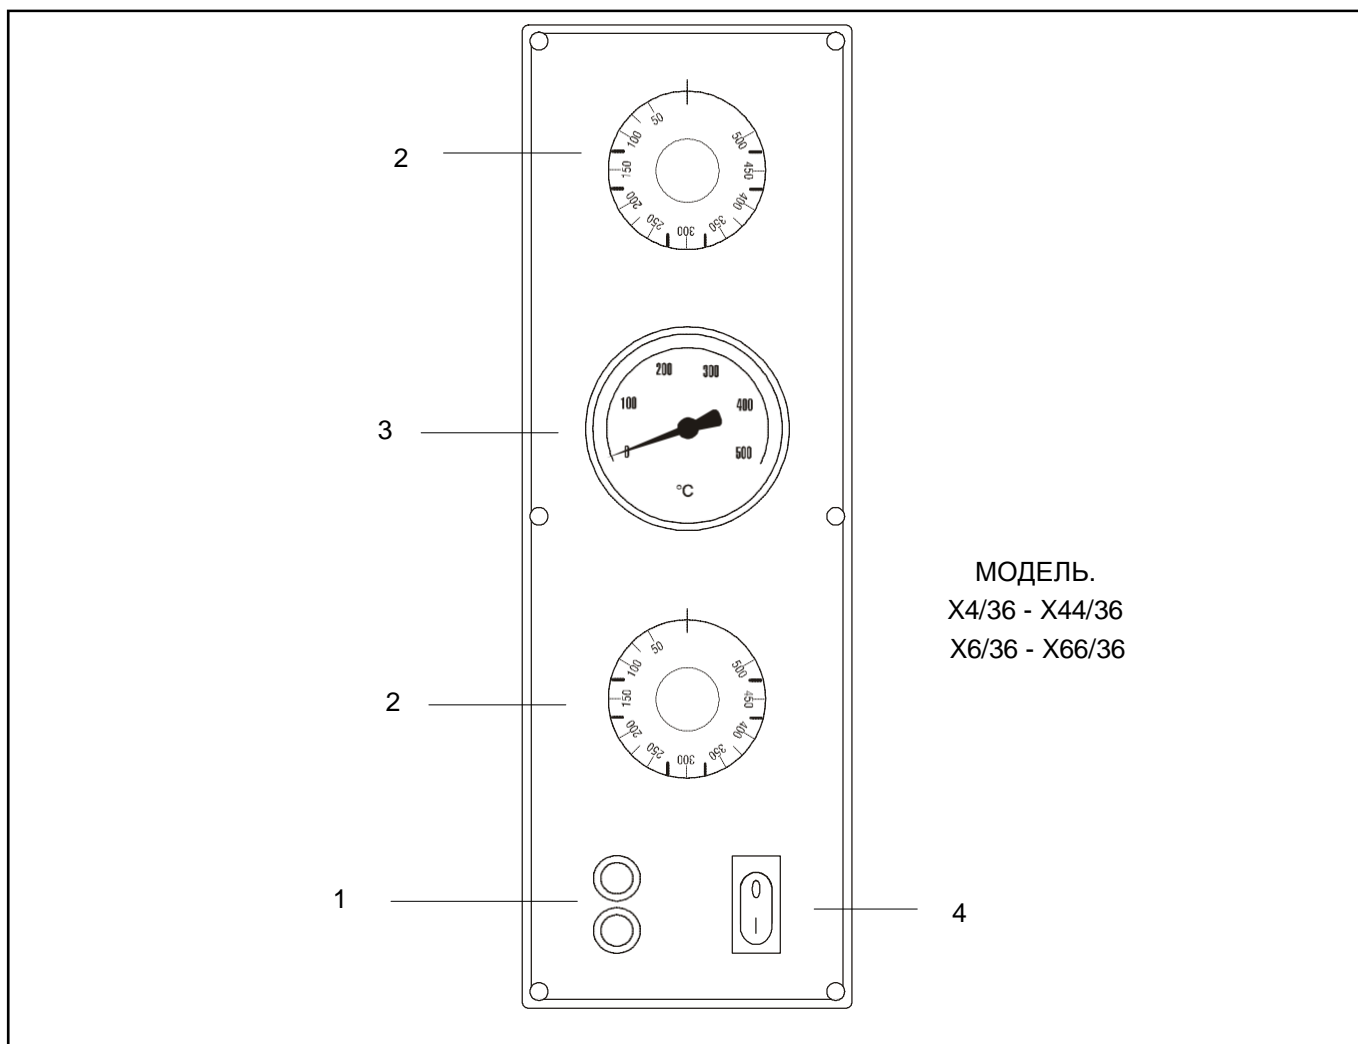

РИС.7 (Панель контроля)
Панель контроля, расположенная спереди, отличается на каждой из моделей, как показано на РИС.7.
ПОЯСНЕНИЯ К РИС.7
- 3) Активируйте резисторы, установив терморегуляторы (**РИС. 7 - №2**) на температуру **150 °С**, обозначенную на ручке. Загорится зеленый индикатор, сигнализирующий о том, что резисторы активированы;
- 5) Отключите резисторы, переведя терморегуляторы (**РИС. 7 - №2**) в **позицию «0»**.
- 7) Снова закройте дверцу и повторите действия, описанные в п.3, установив терморегуляторы (**РИС. 7 - №2**) на температуру **400°С**, обозначенную на ручке;
- 9) Отключите резисторы, переведя терморегуляторы (**РИС. 7 - №2**) в **позицию «0»**.
- 3) Активируйте резисторы, настроив терморегуляторы (**РИС. 7 - №2**) на желаемую температуру, указанную на ручке. Загорится соответствующий зеленый индикатор, свидетельствующий о работе резисторов;
- 4) Как только температура в печи достигла желаемого уровня (см. п.9 данного раздела), отображаемого на термометре (**РИС. 7 - №4**), можно загружать пиццу;
- 6) Для того, чтобы включить внутреннюю подсветку камеры, нажмите переключатель освещения печи (**РИС. 7 - №5**);
- 1) Отключите печь, переведя выключатели терморегуляторов (**РИС. 7 - №2**) и резисторов (**РИС. 7 - №3**) в позицию «0».